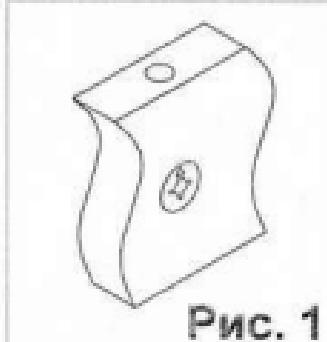

Рис. 1
Взять стенку заднюю выдвижного ящика Ф1 и забить в соответствующие отверстия шанты (1). Соединить боковины ящика Ф4 и Ф5 с задней стенкой Ф1. Фиксацию производить при помощи евровинтов (14). Далее положить каркас ящика на заднюю стенку Ф1 и забить шанты (1) в соответствующие торцевые отверстия на боковинах ящика, Ф4 и Ф5 и вставить стяжки растекс (12) (см.рис.1). После этого вставить дно ящика Ф6 в пазы на каркасе ящика, таким образом, чтобы дно ящика Ф6 вошло в паз на стенке задней ящика Ф1.